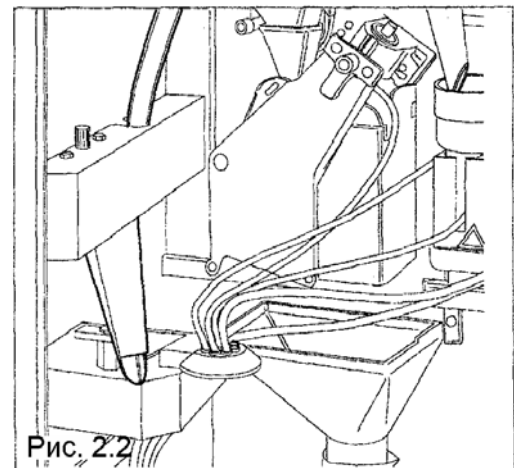

Рис. 2.2
1. Редукторный двигатель активирует винтовой конвейер контейнера с сахаром, чтобы высыпать нужное количество в желоб для продуктов (рис. 2.2)